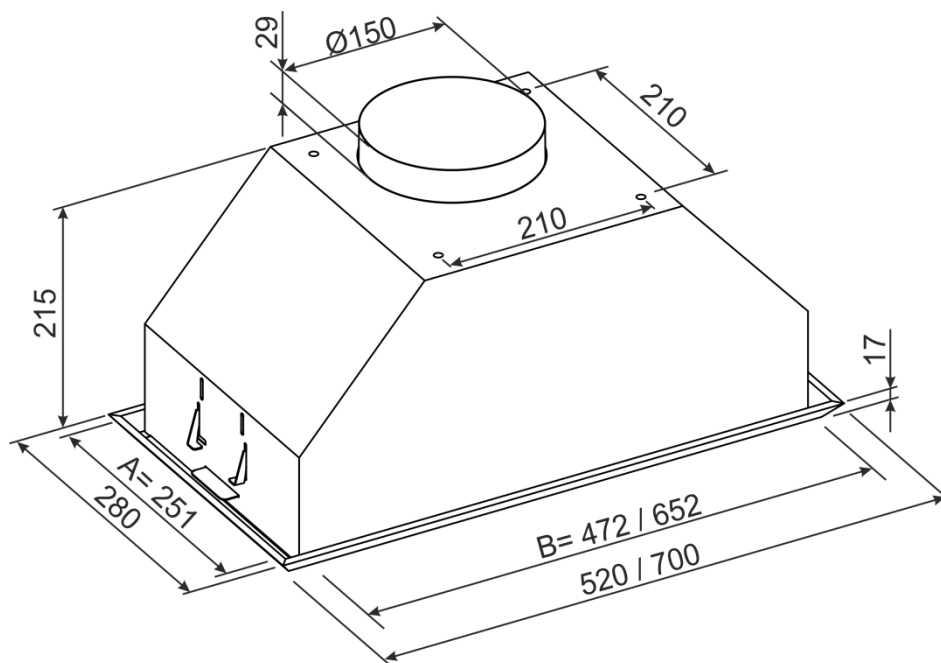

Рис. 4
6.4 С учетом установленной высоты и условием прилегания вытяжки до дна нижней полки навесной мебельной шкафы по ранее изготовленному бумажному шаблону разметьте и вырежьте прямоугольное отверстие согласно **габарита АХБ (рис.4)** встроенной части вытяжки.